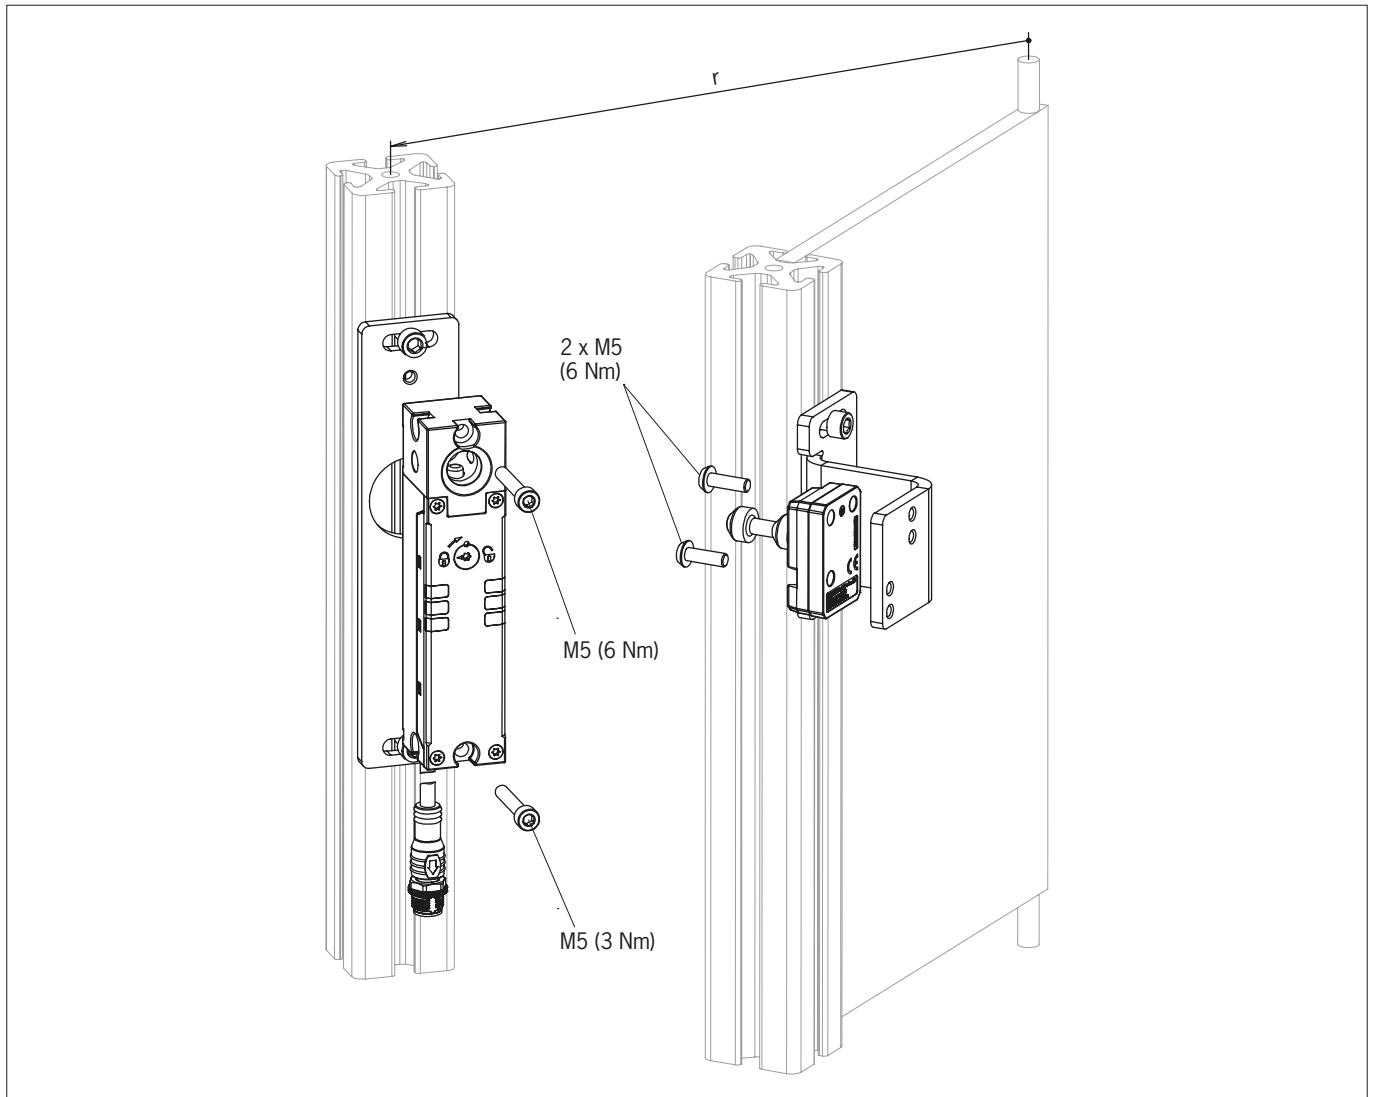

図 3: 設置例
- ▶ スイッチとアクチュエーター締付のための締付トルクを順守してください (図 3 を参照)。